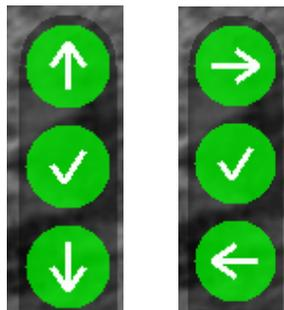

Рисунок 5 – Примеры индикатора назначения кнопок
- **Индикатор назначения кнопок** – индикатор, подсказывающий пользователю назначение каждой отдельной кнопки (3-5) при выполнении какого-либо действия в выбранном режиме (см. рис.5). Данный индикатор появляется **только** в случаях, установленных ПО (например, при вводе выверки прицельной сетки).